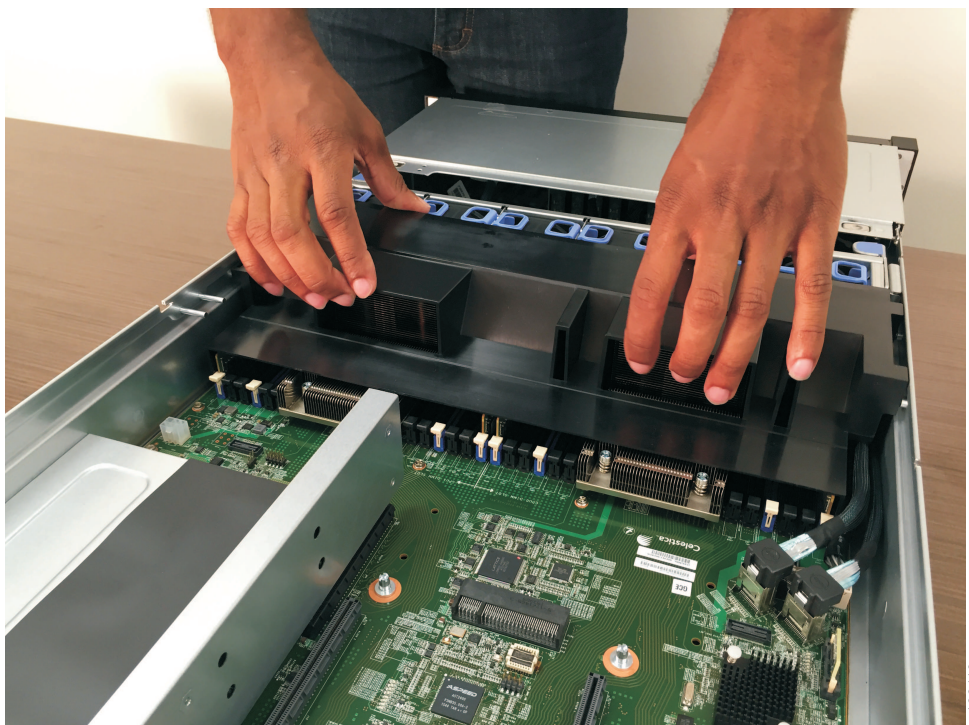

Figura 61. Substituindo a placa defletora de ar
4. Pressione a placa defletora de ar para baixo até que ela esteja encaixada, conforme mostrado em Figura 61 na página 79.